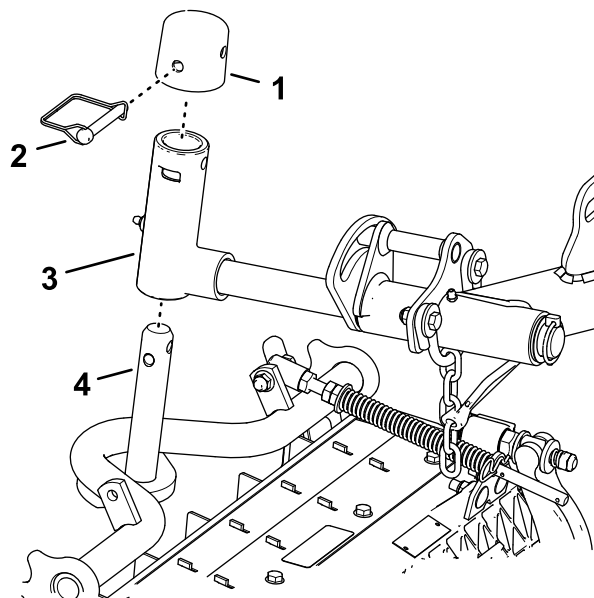

Figure 25
1. Glissez une unité de coupe sous le bras de levage (Figure 25).
Blocage du pivot des unités de coupe pour tondre sur une pente – Bloquez les pivots des unités de coupe pour éviter qu'elles pivotent vers le bas quand vous tondez à flanc de pente. Utilisez le trou dans l'axe de pivot du bras de levage (Figure 25) pour bloquer l'unité de coupe. Utilisez la fente pour une unité de coupe de direction.